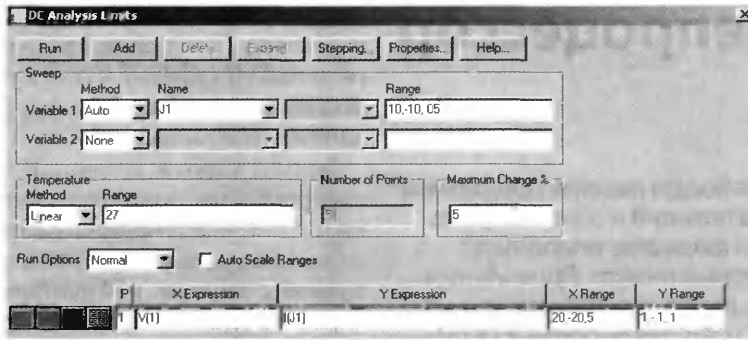
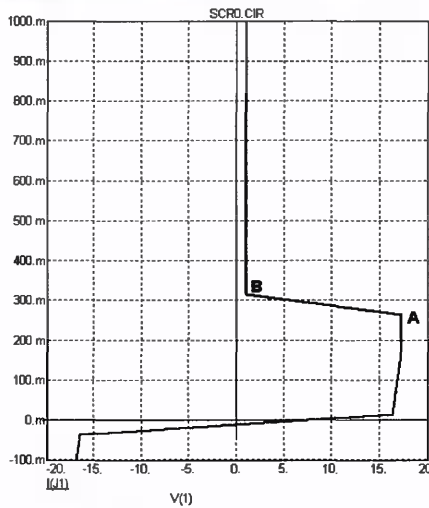

Рис. 58
Рис. 59
Моделирование проводим в режиме постоянного тока (DC). Соответствующие установки параметров показаны на рис. 58, а получающийся график тока — на рис. 59.